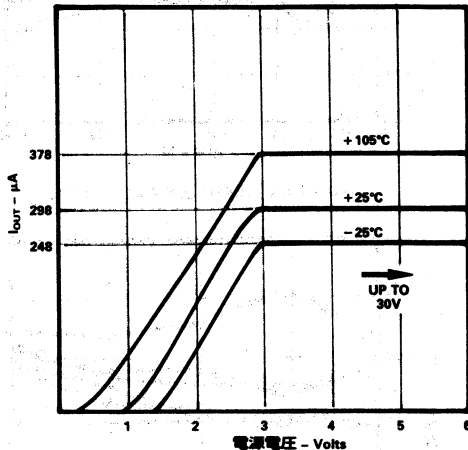

図 1 V-I特性
AD 592 は、次に述べるシリコン・トランジスタの基本的な特性を用いて、温度に比例する出力を得ています。二つの全く同一な特性をもつトランジスタが、一定のコレクタ電流密度比 r で動作する場合、ベース・エミッタ間電圧の差電圧は $(kT/q) \ln r$ となります。k はボルツマン定数、q は電子の電荷で、共に定数ですから、これは絶対温度に比例する (PTAT) 電圧となります。AD 592 では、温度係数の小さな薄膜抵抗を使用し、この PTAT 電圧を PTAT 電流に変換します。この PTAT 電流を使用して出力電流が絶対温度に比例するようにします。その結果センサ温度 (K) をスケール・ファクタ倍した電流源出力になります。25°C および動作温度域両端での代表的な V-I 特性を図 1 に示します。